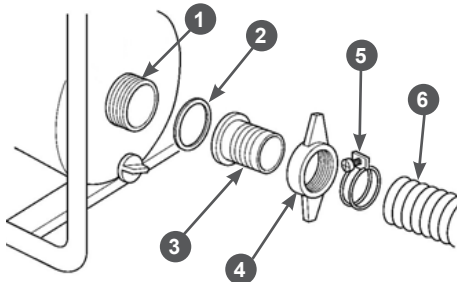

Рис. 15 Установка всасывающего рукава
3. Установите патрубок 3 через уплотнительное кольцо 2 к всасывающему фланцу 1 насоса и плотно затяните гайку 4 патрубку (Рис. 15).
4. Наденьте до упора всасывающий рукав 6 на патрубок 3 и затяните его хомутом 5 (Рис. 15).